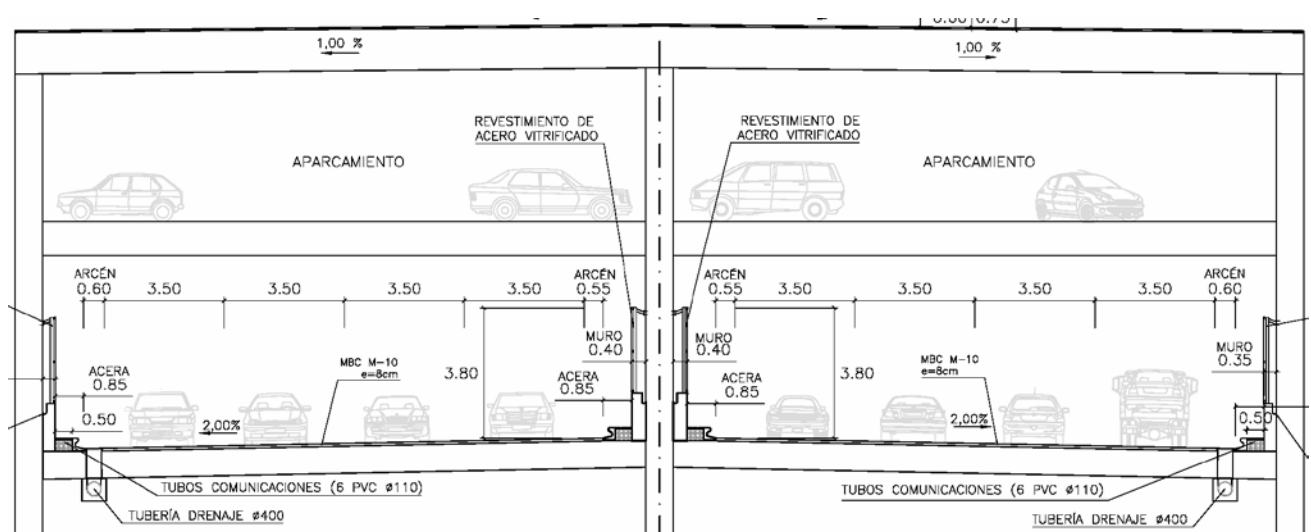

Figura 6 – Túnel Avenida de Portugal. Sección transversal
2.2.2 Ramal principal Avenida de Portugal (Figura 6)